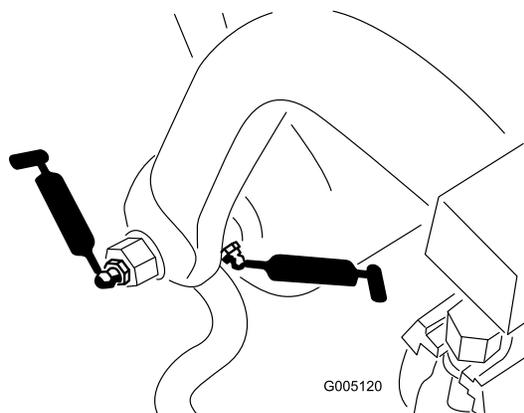

Figura 31
- Eixo e cilindro da estrutura de apoio (12) (Figura 31)